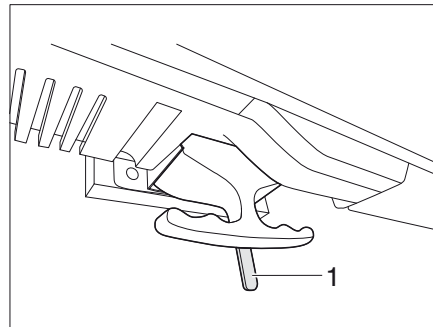

Bild 142 Upplåsning platt bildskärm
- Skjut spaken (Bild 142,1) åt vänster. Spärren är lossad.
- Skjut spaken (Bild 142,1) till mitten. Den platta bildskärmen är spärrad.